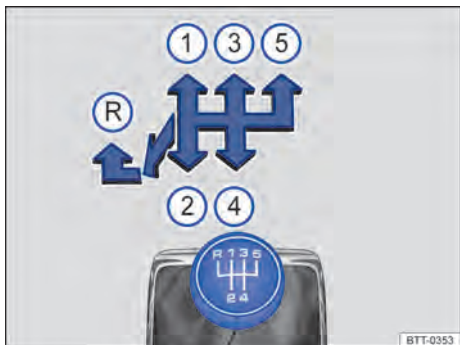

Fig. 95 Esquema de troca de marchas da transmissão manual de 5 marchas.
As posições de cada uma das marchas estão representadas na alavanca de troca de marcha → Fig. 95.
- Empurrar a alavanca de troca de marcha totalmente para a esquerda e depois para frente até a posição da marcha a ré → Fig. 95